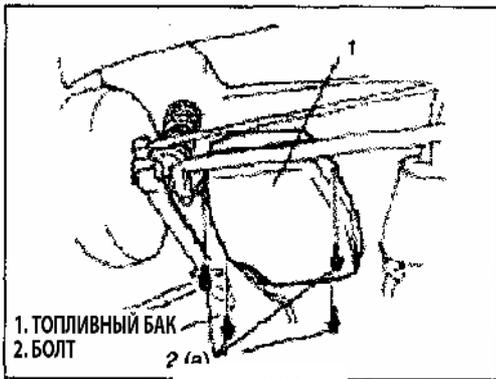

Рис. 336
- 2) Установите топливный бак и топливный фильтр на корпус автомобиля (Рис. 336).